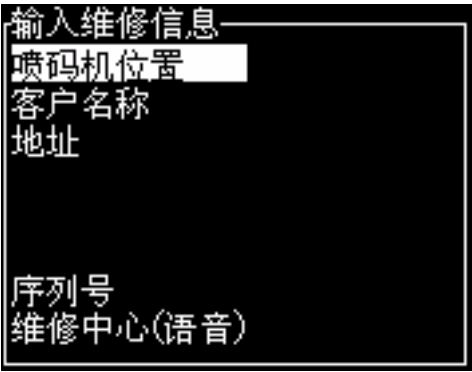

图 4-22: 输入维修信息对话框
- 2 选择 *Enter Service Information* (输入维修信息) 选项，然后按下 *Enter* 按键。即会显示 *Enter Service Information* (输入维修信息) 对话框 (请参阅图 4-22)。